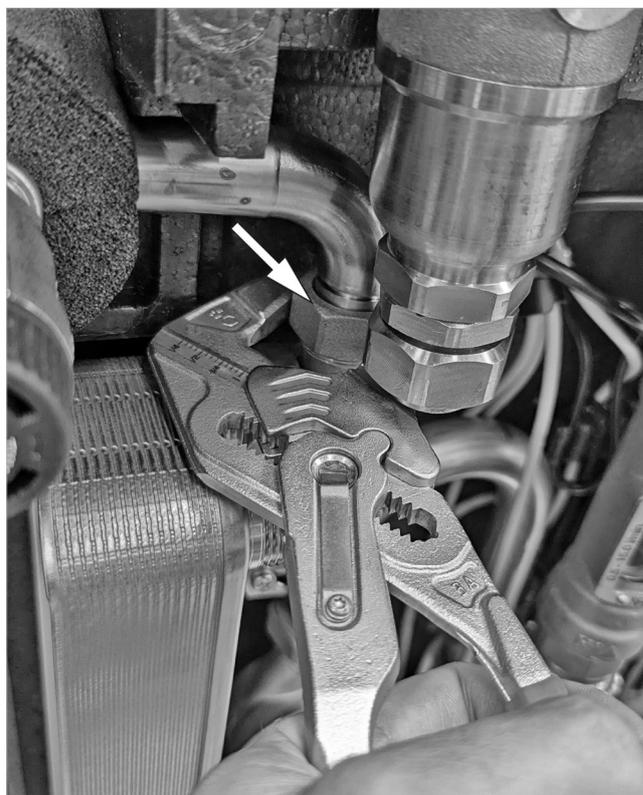

Abb. 6: VL-Rohr an der SÜS lösen
3. Nachdem der Winkel primärseitig demontiert wurde, kann die Vorlaufleitung sekundär-/heizungsseitig gelöst werden (siehe → Abb. 6).